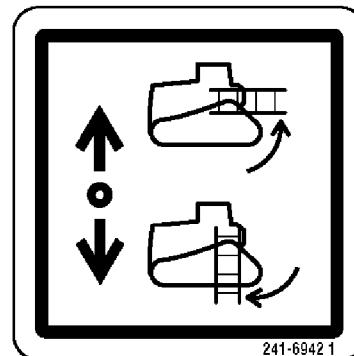

Ilustración 50
5. Oprima el interruptor de la caja de control para bajar la escalera a la posición BAJADA. Mantenga oprimido el interruptor de la caja de control para continuar el movimiento hacia abajo de la escalera. Vea la ilustración 50 .